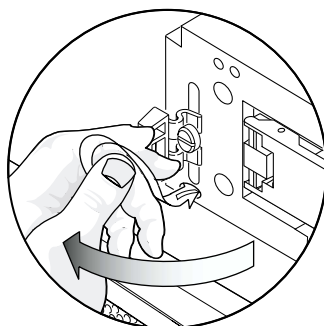

図 5-9 つなぎ具を一方の方向に押して、先端の一部が見えている状態
3. 次に、つなぎ具を一方の方向に押して (図 5-9 を参照)、先端の一部がシャーシの穴から出てくるようにします。